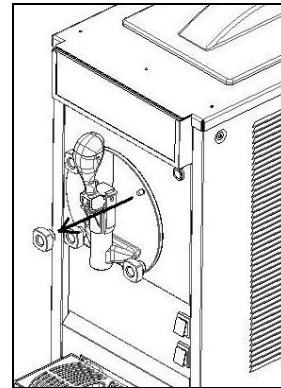

Fig. 14
- Svitare i pomelli di fissaggio e rimuovere la flangia frontale (fig. 14 e 15).